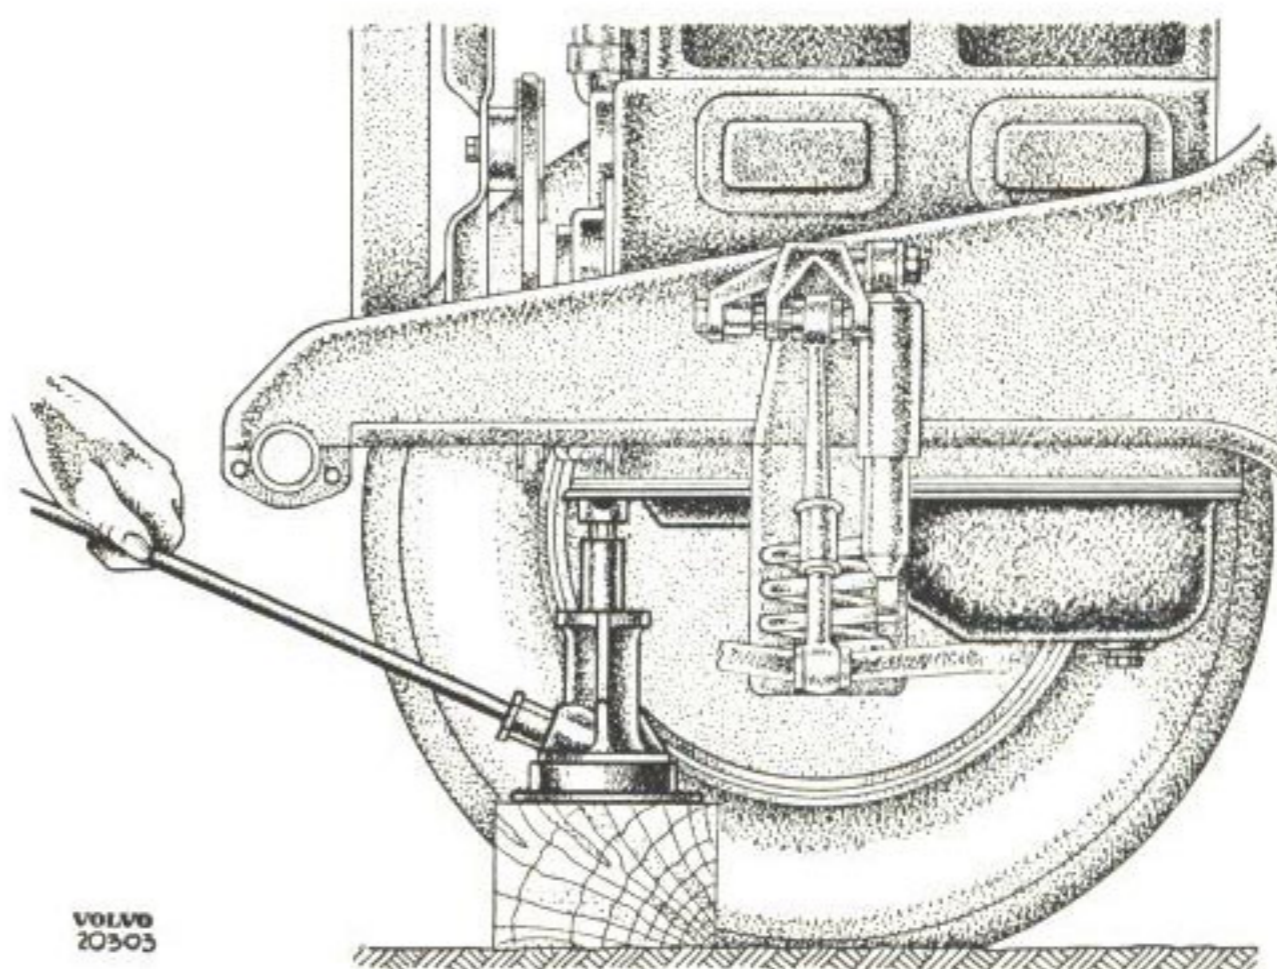

Bild 23. Lyftning av motorns framända.
5. Lyft upp motorn med en domkraft som placeras vid motorns främre ände (bild 23).